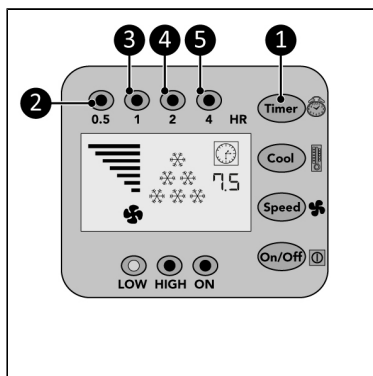

Figuur 14.
1. Druk herhaaldelijk op de koelknop (Figuur 14, pos 1) om de gewenste omgevingstemperatuur in te stellen:
- 28 °C, het display geeft 1 koelaanduiding weer (Figuur 14, pos. 4).
- 25 °C, het display geeft 2 koelaanduidingen weer (Figuur 14, pos. 3).
- 22 °C, het display geeft 3 koelaanduidingen weer (Figuur 14, pos. 2).
- <22 °C, het display geeft 6 koelaanduidingen weer (Figuur 14, pos. 2, 3 en 4).